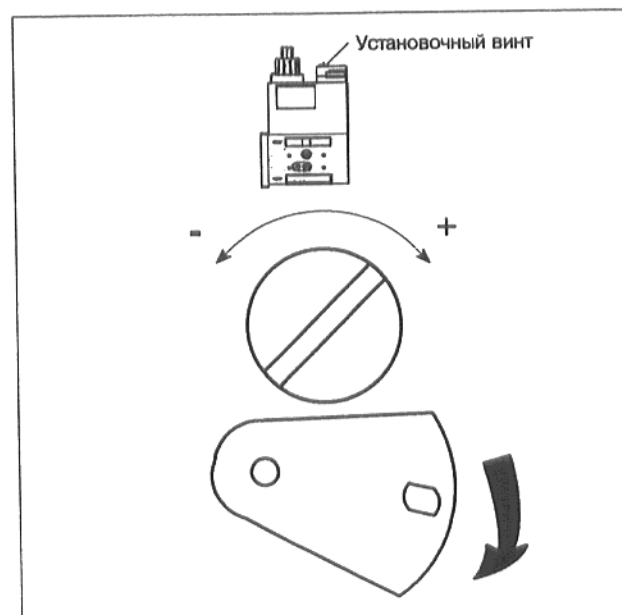

Рис. 11
- Сдвинуть пластмассовую крышку в сторону и повернуть отверткой расположенный под ней установочный винт влево или вправо (рис.11).